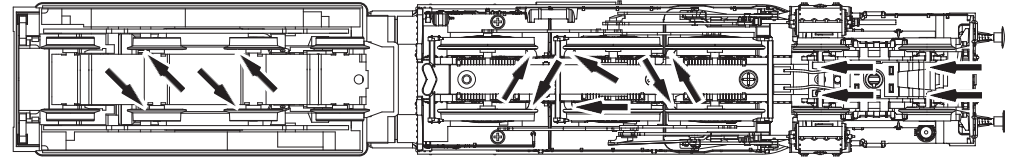

Fig. 8
4. Motorwechsel: Tendergehäuse abnehmen (Fig. 4). Danach wird der **Motor ausgebaut und ausgewechselt** (Fig. 8).
4. Motor Changing: First remove tender body (fig. 4), and then the motor (fig. 8).
5. Remplacement du moteur: Démontez la caisse du tender (voir fig. 4). Sortez ensuite le moteur de son longement et échangez (fig. 8).